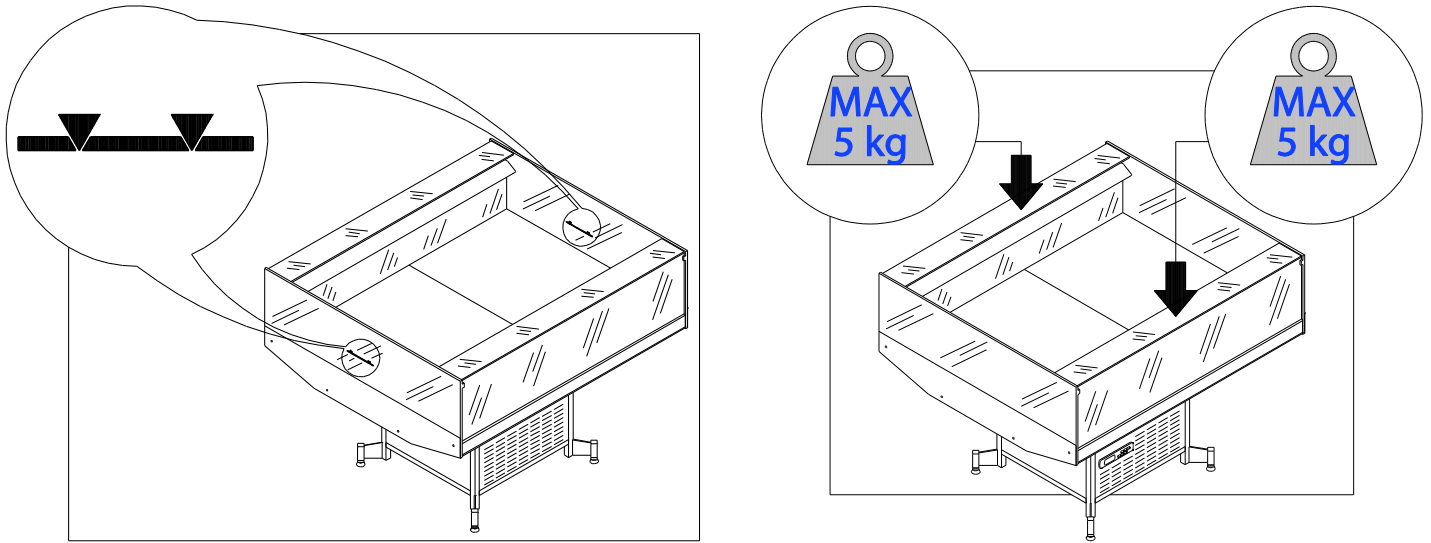

FIG. 11
- Non superare mai la linea di carico massimo riportata all'interno dell'isola (FIG. 11 pag. 4).